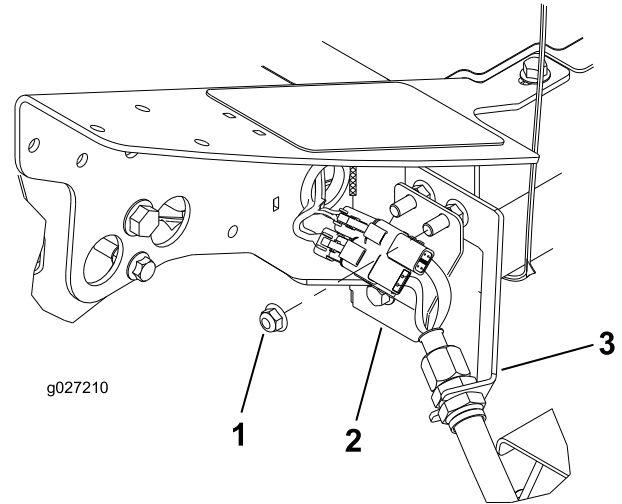

Figura 12
1. En la esquina delantera izquierda del bastidor (posición de la unidad de corte N° 4), retire la tuerca con arandela prensada adicional del perno que sujeta el soporte de pasamuros a la máquina (Figura 12).
3. Instale la chapa de conexión en los pernos de montaje del pasamuros con los conectores posicionados según se indica en Figura 12.